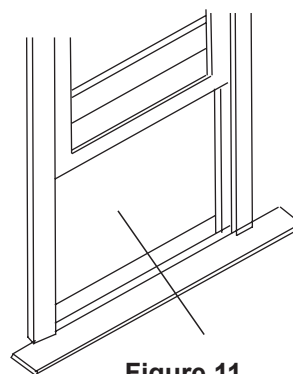

Figure 11
1. Ouvrez la fenêtre et marquez le centre du tabouret de la fenêtre comme indiqué (Figure 11).